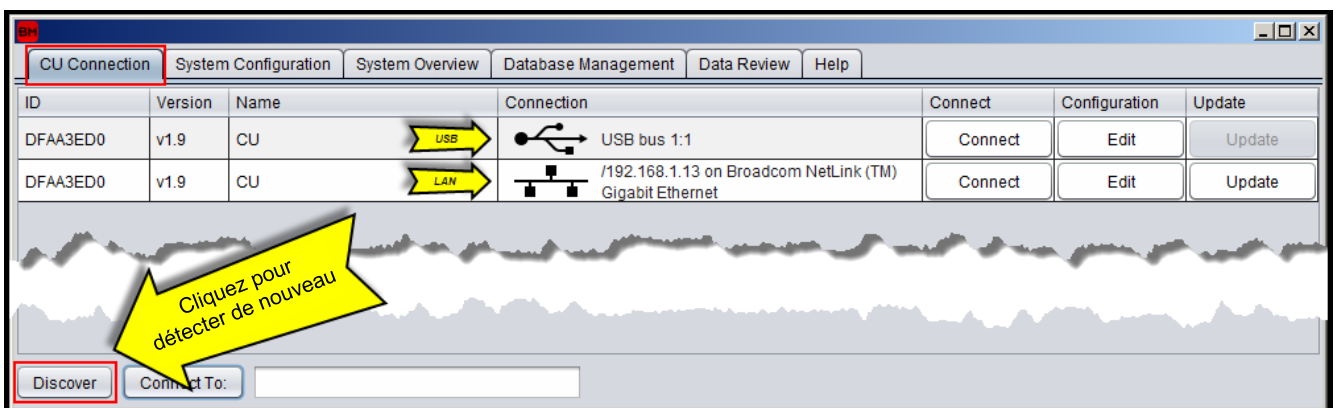

Figure 17 : Dispositifs détectés par la connexion UC
2. Au démarrage, les UC connectées à l'ordinateur sont détectées et s'affichent dans l'onglet « **CU connection** » (Connexion à l'UC) comme illustré à la Figure 17. La fonction de détection Ethernet utilise des paquets de diffusion et, par conséquent, seules les UC présentes sur le même réseau (LAN) sont détectées automatiquement. Si l'UC n'est pas détectée automatiquement, l'utilisateur doit contrôler la connexion USB et/ou LAN, et cliquer sur le bouton « **Discover** » (Détecter) dans le bas de la page. Sur la Figure 17, la même UC est détectée deux fois car elle connectée simultanément par USB et LAN au même PC.